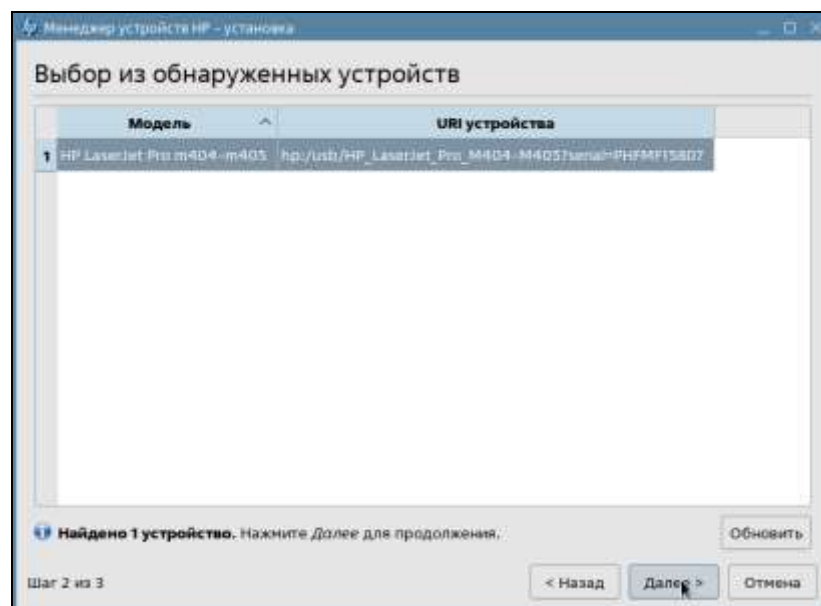

Рисунок 16 — Менеджер устройств HP. Выбор устройства
3) На странице **Выбор обнаруженных устройств** найти и отметить устанавливаемый принтер, нажать кнопку [Далее] (Рисунок 16);